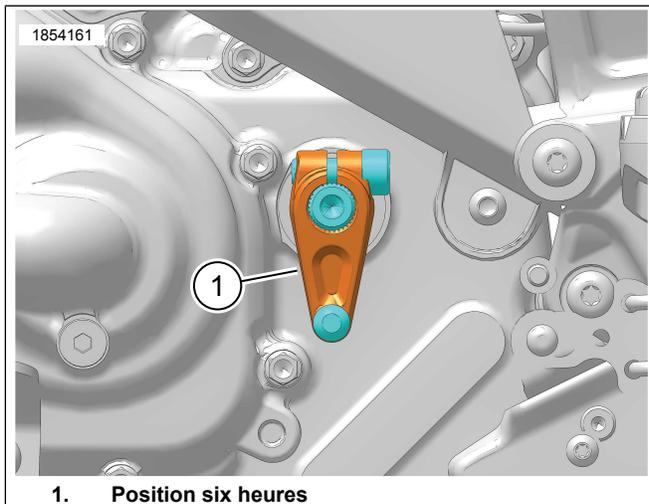

Figure 4. Position appropriée du levier d'arbre de transmission
Voir la Figure 4. Assurez-vous que le levier d'arbre de transmission est orienté vers la position de six heures (1).